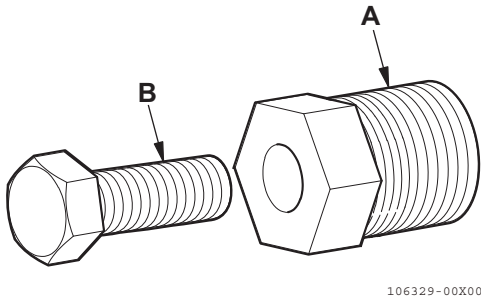

Figure 14
2. Placez l'extracteur (**Figure 14, (A)**) dans la turbine.
3. Tournez la vis de calage (**Figure 14, (B)**) dans le sens des aiguilles d'une montre pour retirer la turbine du corps de la pompe.